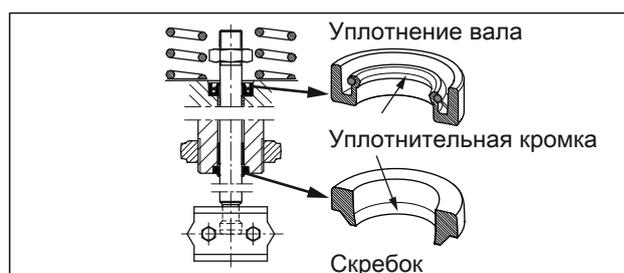

Рис. 26: Выравнивание уплотнительного кольца вала и скребка
6. Установите уплотнение вала с помощью подходящего инструмента. Убедитесь в том, что уплотнительные кольца вала правильно выровнены, см. Рис. 26.
7. Установите уплотнение вала с помощью подходящего инструмента. Убедитесь в том, что уплотнительные кольца вала правильно выровнены, см. Рис. 26.